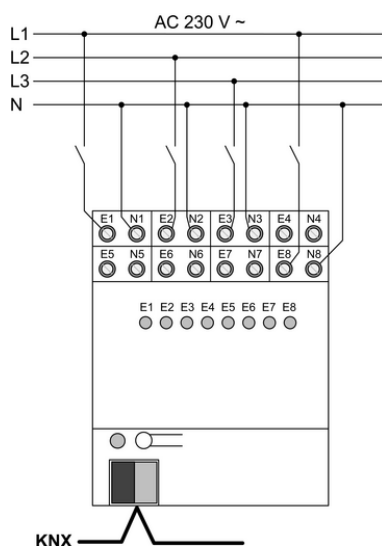

Figura 3: Ejemplo de conexión de entradas binarias de 230 V
- Conectar el dispositivo según el ejemplo de conexión (figura 3). Conectar el potencial de referencia N por separado para cada entrada.